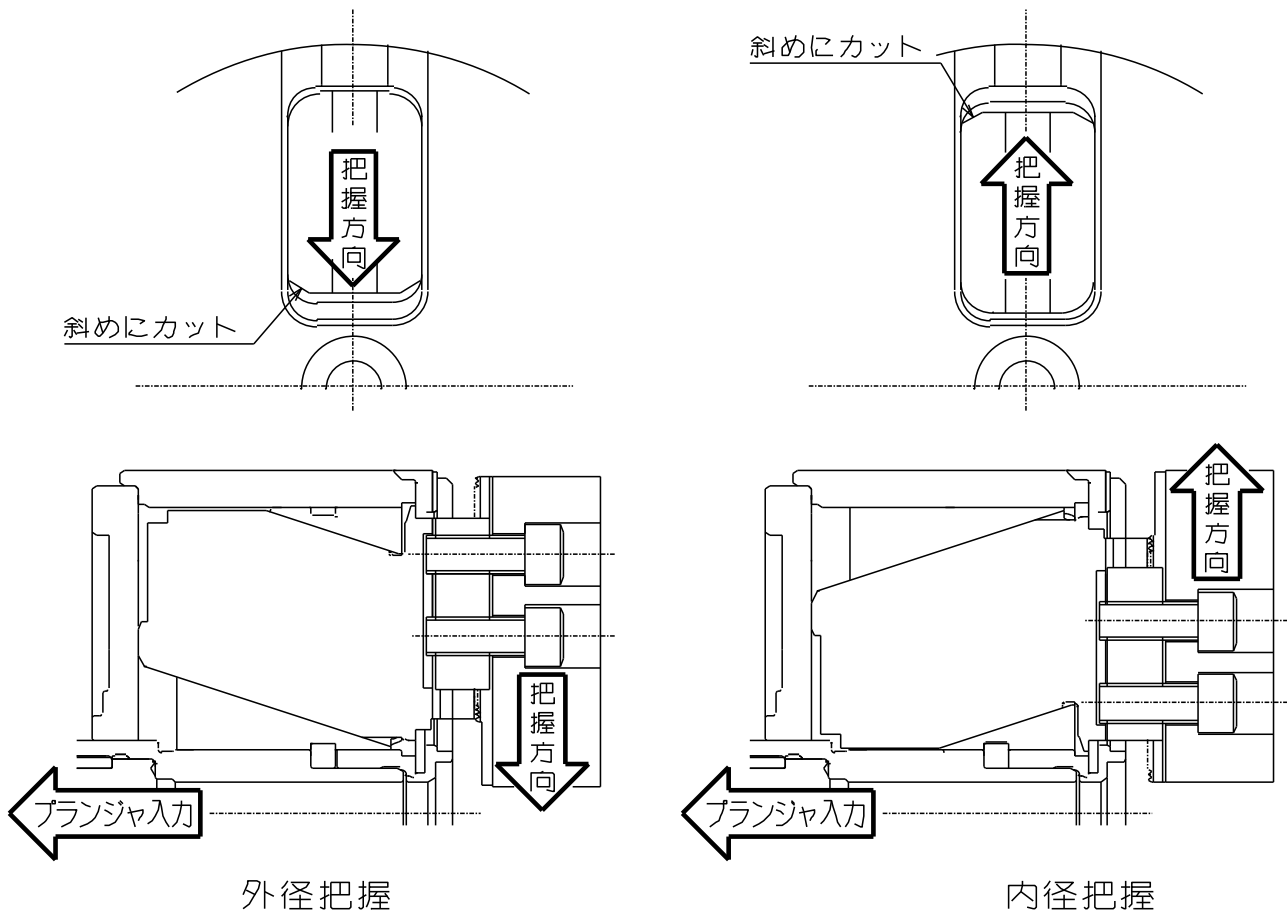

図 22
- DLチャックで工作物を把握する際のプランジャへの入力、押し側を使用することはできません。外径把握、内径把握にかかわらず引側で使用する必要があります。外径把握と内径把握ではマスタジョーの向きが反対であるため、切換作業を行う必要があります。(図 22) この作業はチャックをスピンドルに取付けたままで可能です。